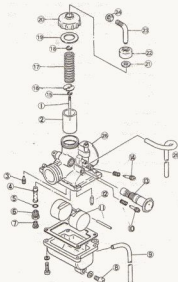
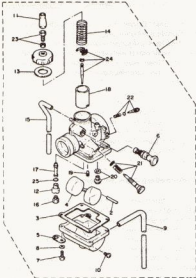
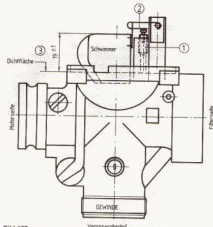
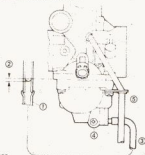

Bild 163
Bild 164
Bild 167
Bild 168
mer (bei geschlossenem Kraftstoffhahn) ablassen, indem man die Ablassschraube 4 in Bild 168 löst bzw. 8 in Bild 163 herausschraubt.
- 3 BZ-Clip, Bauteil 15 in Bild 163 bzw. Bauteil 24 in Bild 164
- Gasschieber, Düsennadel und Nadeldüse sowie der am Nadeldüsenhalter angebrachte O-Ring (Teil 5 in Bild 163) sind ausgesprochene Verschleissstelle. Beim Gasschieber merkt man das am «Klappen». Bei den anderen Teilen lässt sich Verschleiss nur vermuten, wenn Unregelmässigkeiten im Motorlauf zu beobachten sind.
- Vor dem Zusammenbau des Vergasers sind die in den Bildern 165 bis 167 gemachten Angaben zu überprüfen. Beim Vergaser für das neuere Modell lässt sich die Prüfung der Schwimmereinrichtung nur nach der in Bild 168 gezeigten Art vornehmen. Bei beiden Vergasern wird eine eventuell notwendige Korrektur durch Nachbiegen der Zunge 2 in Bild 167 ausgeführt.